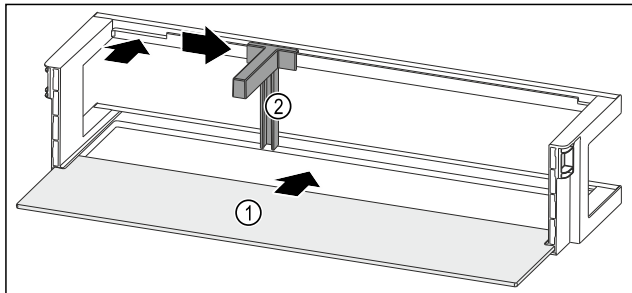

Fig. 202 Balconcino controporta con ripiano
- Inserire il ripiano Fig. 202 (1) negli incavi laterali.
- Inserire il fermabottiglie Fig. 202 (2) nell'incavo.
- Fare scorrere il fermabottiglie Fig. 202 (2) lateralmente alla posizione desiderata.